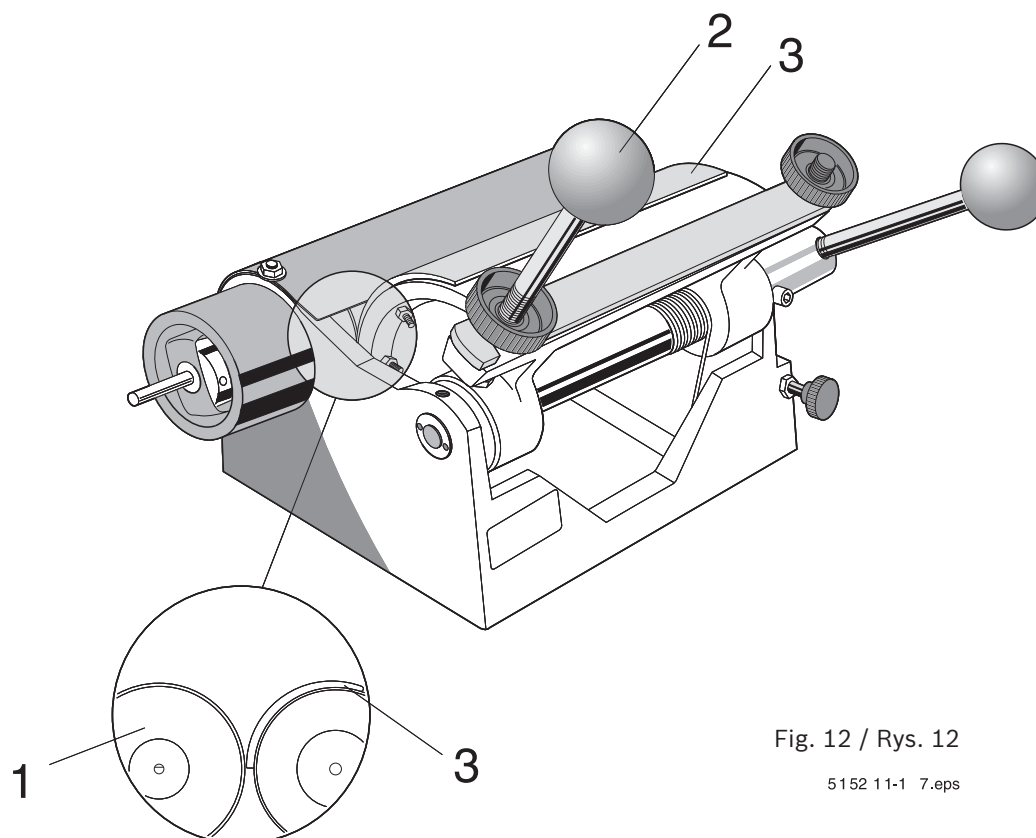

Fig. 12 / Rys. 12
- 2 Auf dem Schwenkhebel (1) (langes Gewinde am Schaft) die Rändelschraube (2) aufdrehen, in die Gewindebohrung am Schwenktisch einschrauben und mit der Kontermutter (3) sichern.
- 3 Exzenterhebel (4) in die Gewindebohrung am Verlängerungsstück der Exzenterwelle (5) eindrehen.
- 2 Do dźwigni wychylnej (1) (długi gwint na wałku) przykręcić śrubę radełkową (2), wkręcić do otworu gwintowanego na stole pochylnym i zabezpieczyć za pomocą nakrętki (3).
- 3 Wkręcić dźwignię mimośrodową (4) do otworu gwintowanego w przedłużce wałka mimośrodowego (5).
■ Prüfung der Einstellung (Fig. 12)
■ Kontrola nastaw (rys. 12)